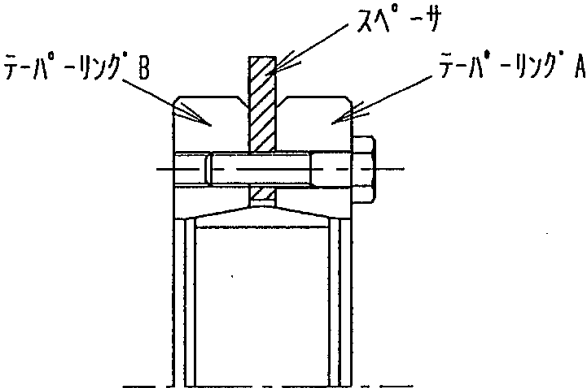

図 4
4. パワーロックを取付ける前に締付ボルトをゆるめた後、テーパーリング A、B の間に挿入されているスペーサを取はずしてください。（図 4 参照）